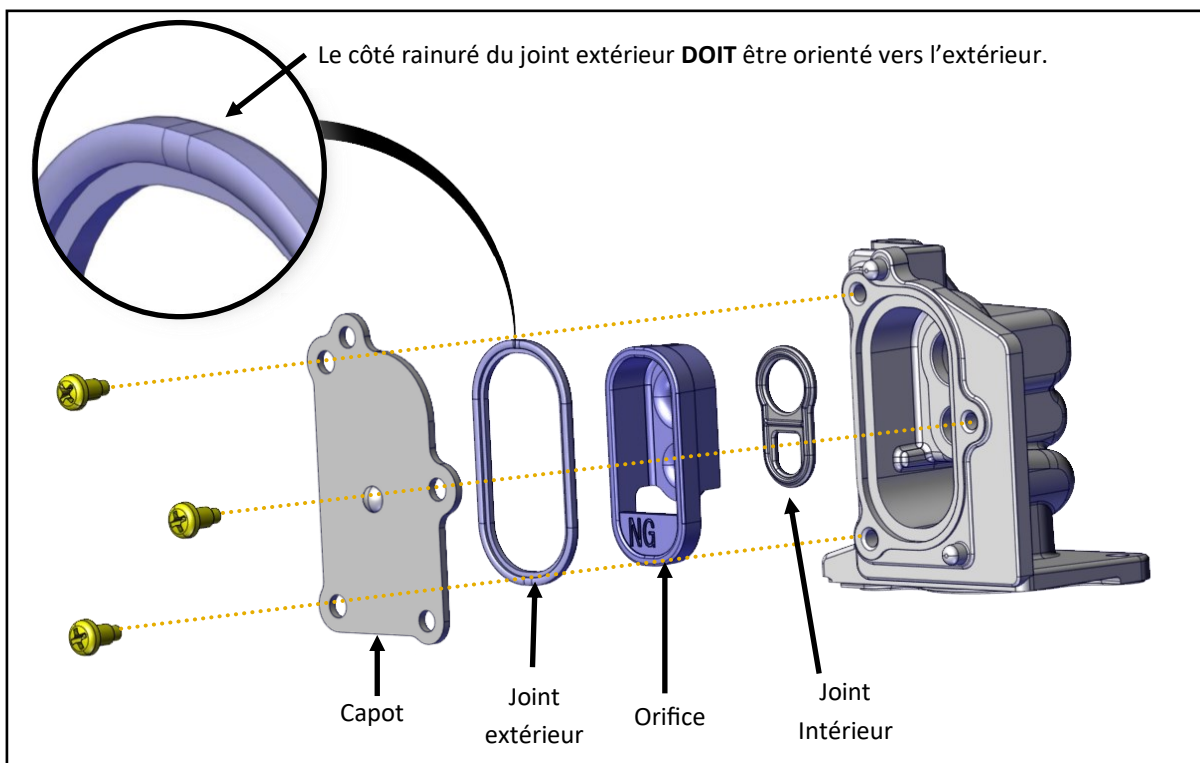

Figure 143
- 8 Retirer l'orifice en plastique du boîtier (figure 143).
- 9 Installer les joints intérieur et extérieur neufs sur le nouvel orifice (figure 143).
- 11 Vérifier que le joint est correctement en place (le côté rainuré du joint doit être orienté vers l'extérieur) (figure 143).